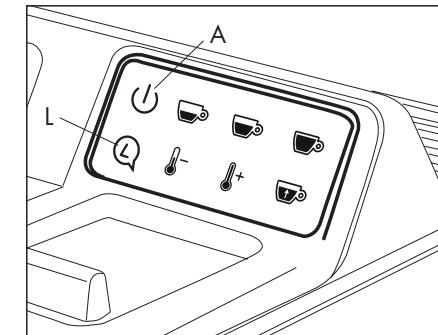

Fig. 9
- Premere tasto (L) per la selezione della lingua.
- Premere tasto A per confermare la lingua selezionata. (**Fig. 9**)